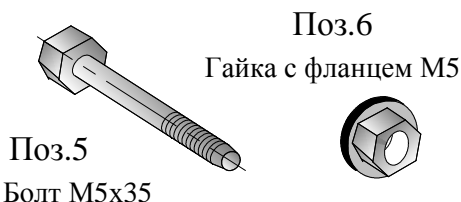

Рис.2
- SGR рамы определенной высоты и глубины (из номенклатурного ряда (рис.2)-две рамы на односекционный стеллаж;
2.4.1 Комплектация рам всех штатных типоразмеров, шт (рис.2)
SGR стяжка 40 (Рис.2, поз.4)